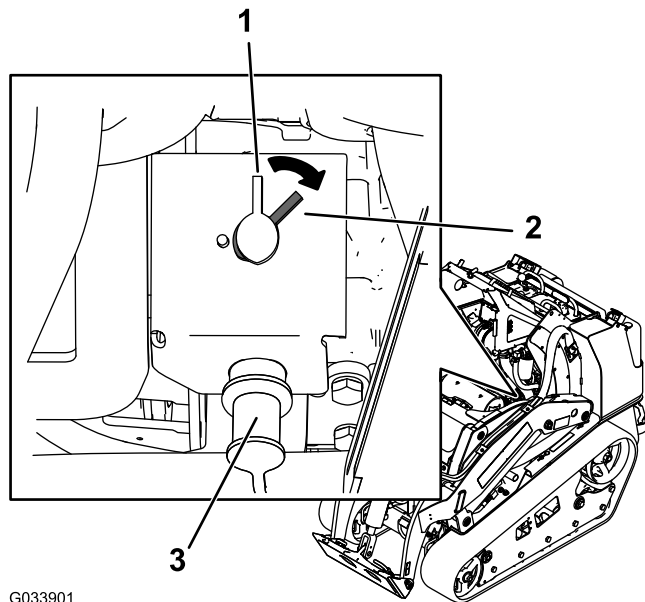

Figure 48
- Pour mettre la machine sous tension, tournez le coupe-batterie dans le sens horaire à la position SOUS TENSION (Figure 48).
- Pour mettre la machine hors tension, tournez le coupe-batterie dans le sens antihoraire à la position HORS TENSION (Figure 48).